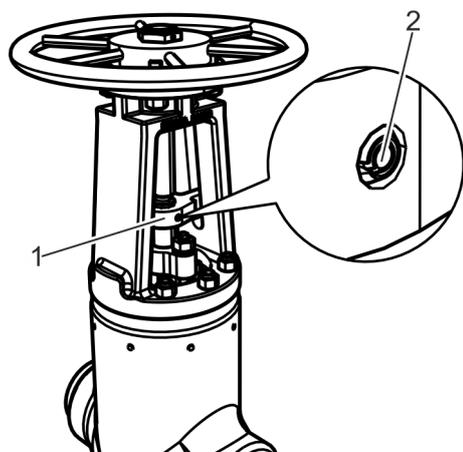

Fig. 26: Fijar el mecanismo anti-giro
15. ▶ Si hay un mecanismo anti-giro, monte el mecanismo anti-giro (Fig. 26/2).